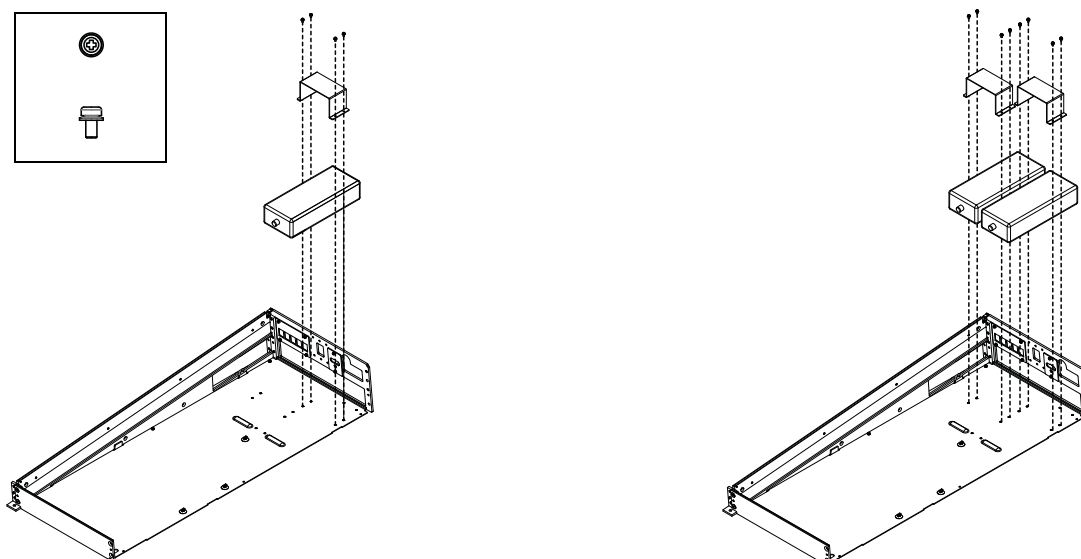

図 11. 単体のPSUと固定用ブラケットの設置(左)、ペアのPSUと固定用ブラケットの設置(右)。ケーブルとウォールは図に含まない。
- 4 図11を参照し、固定用ブラケットを使ってPSUを固定します（各シャーシ・キットに留め具付き固定用ブラケットが1つずつ同梱されています）。